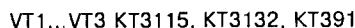

Рис. 2. Схема принципиальная электрическая сверхвысокочастотного преобразователя (конвертера)
Сигнал спутника, отраженный от зеркала параболической антенны, например, в полосе частот 10,9...11,7 ГГц поступает на МШУ (1), состоящий из нескольких транзисторов (рис. 2).